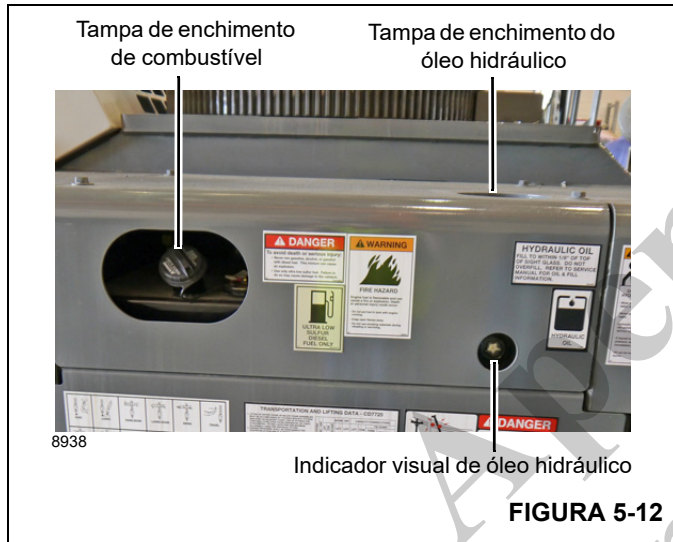

FIGURA 5-12
Diariamente, antes de começar a trabalhar, verifique o sistema de suprimento de combustível. Gire a chave de ignição para a posição ON (Ligada) e observe o indicador de combustível no painel de instrumentos. Se necessário, encha o tanque com o combustível recomendado (consulte a Figura 5-12).
3. Verifique visualmente o nível de óleo no indicador visual de nível de óleo hidráulico (Figura 5-12). O óleo hidráulico deve estar a 3 mm (0.125 pol.) da parte superior do indicador visual. Se o nível estiver baixo, abasteça o tanque com o óleo hidráulico limpo recomendado (Seção 8).